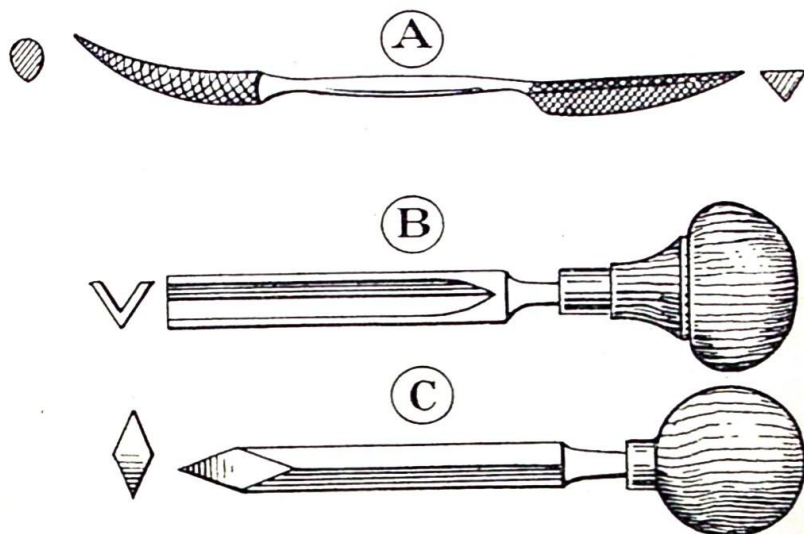

FIG. 90
C) Un *risfloir* (fig. 90, A) que les sculpteurs sur bois emploient pour finir et polir le bois dans les endroits inaccessibles à la gouge ou au fermail. Cet instrument se compose d'une tige centrale A se prolongeant à chacune de ses extrémités par un épanouissement B recourbé et taillé comme les râpes à bois ; la section en est variable mais la plus pratique, pour le soudo-braseur bien entendu, est la section triangulaire. Chaque picot ou dent de la râpe enlève un petit copeau d'aluminium et l'on arrive ainsi assez rapidement à creuser un sillon en forme de V tout au long de la fracture qu'il faut réduire. Vous pourriez tout aussi bien avoir recours à :